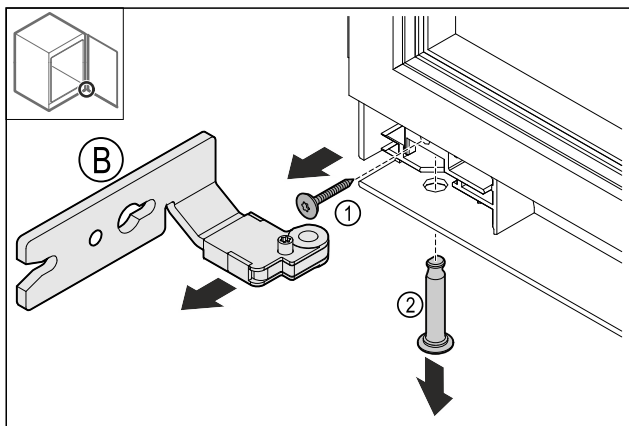

Fig. 15
- ▶ Wyciągnąć śrubę Fig. 15 (1).
- ▶ Wyciągnąć sworznię Fig. 15 (2).
- ▶ Usunąć zawiasy Fig. 15 (B).